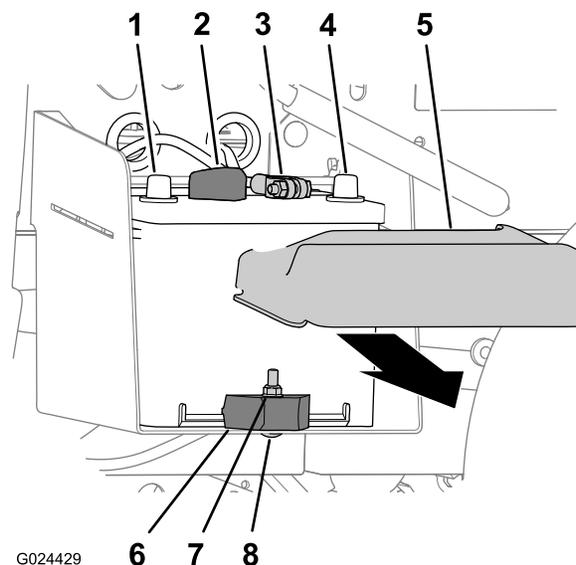

Figura 49
1. Schiacciate i lati del coperchio della batteria e rimuovete il coperchio dalla parte superiore della batteria stessa (Figura 49).
2. Scollegate il cavo negativo della batteria dal relativo morsetto (Figura 49).
3. Scollegate il cavo positivo della batteria dal relativo morsetto (Figura 49).
2. Eliminate dado di bloccaggio, bullone a testa tonda e morsetto della batteria che fissa la batteria al relativo vassoio (Figura 49).
3. Togliete la batteria dal relativo vassoio (Figura 49).
1. Montate la batteria sul relativo vassoio della macchina (Figura 49).
**Nota:** Accertate che i poli positivi e negativi della batteria siano allineati come mostrato in Figura 49.
2. Fissate la batteria al relativo vassoio con morsetto, bullone a testa tonda e dado di bloccaggio (Figura 49).
1. Collegate il cavo positivo della batteria al relativo morsetto (Figura 49).
2. Collegate il cavo negativo della batteria al relativo morsetto (Figura 49).
3. Montate il coperchio della batteria sulla parte superiore della batteria stessa (Figura 49).